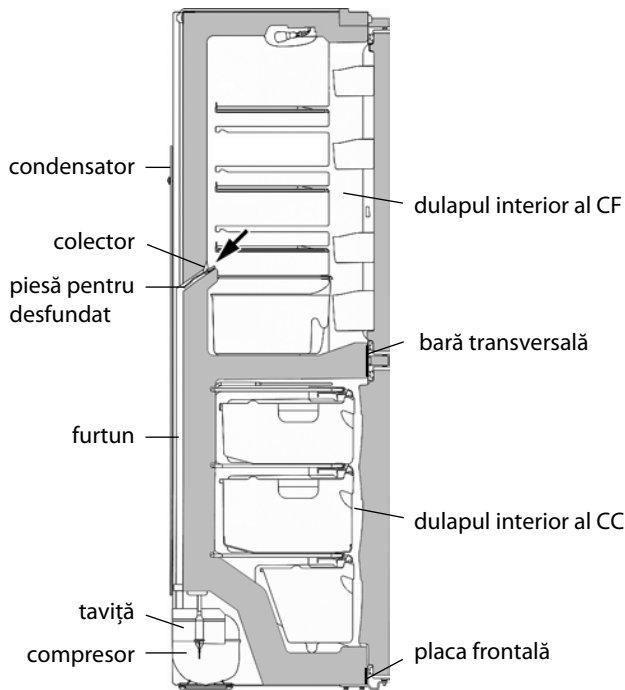

Figura 10 – Schema scurgerii apei rezultate în urma topirii din CF
4.2.1 În CF se folosește un sistem automat de dezghețare. Bruma, care apare pe peretele din spate a CF, după deconectarea compresorului care lucrează în ciclu, se topește și se transformă în picături de apă. Picăturile de apă rezultată în urma topirii se scurg în colector, apoi prin gaura acestuia și prin furtun - în tavița de pe compresor, în conformitate cu figura 10 și se evaporă. Gaura colectorului este dotată cu o piesă pentru prevenirea înfundării sistemului de drenaj.
Prezența apei în colector indică înfundarea sistemului de drenaj. Pentru eliminarea înfundării folosiți piesa corespunzătoare și curățați gaura colectorului, astfel ca apa să se scurgă liber în taviță, apoi spălați piesa și instalați-o în conformitate cu figura 10.